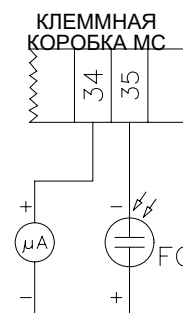

Рис. 49
- Проверить и аккуратно почистить фотоэлемент UV улавливания пламени и, если необходимо, заменить его. В случае возникновения сомнения, проверить контрольный контур, после того, как горелка будет вновь запущена, согласно схеме на Рис. 49;
Чтобы проверить ток у контрольного электрода, следуйте схемам на Рис. 49. Если электрический импульс ниже указанного значения, проверьте положение контрольного электрода или фотоэлемента, электрические соединения и, при необходимости, замените электрод или фотоэлемент.